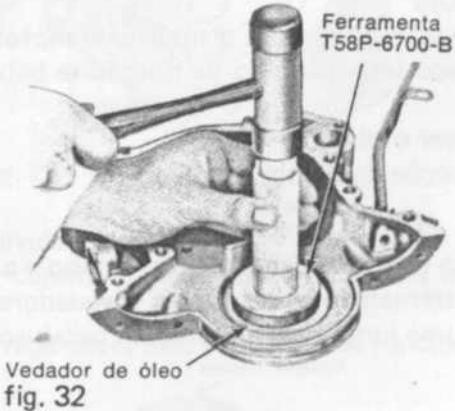

fig. 32
- Passar uma camada de graxa no vedador novo e instalá-lo na tampa frontal. Empurrar o vedador até que o mesmo assente totalmente no rebaixo (fig. 32). Examinar o vedador, após a instalação, para certificar-se de que a mola está corretamente posicionada